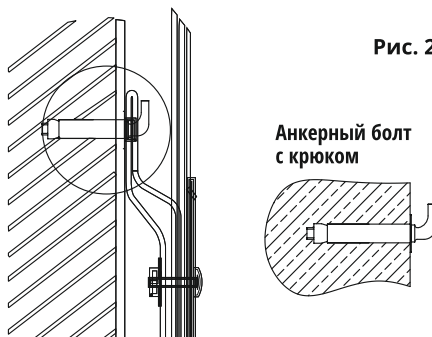

Рис. 2
2. После выбора правильного местоположения определите положения двух установочных отверстий, используемых для анкерных болтов с крюками. Сделайте два отверстия в стене с соответствующей глубиной, используя сверло с размером, соответствующим размеру болтов, прикрепленных к прибору. Вставьте болты крюками вверх. Затяните гайки, чтобы надежно зафиксировать крюки, а затем повесьте на них электрический водонагреватель (см. рис. 2).